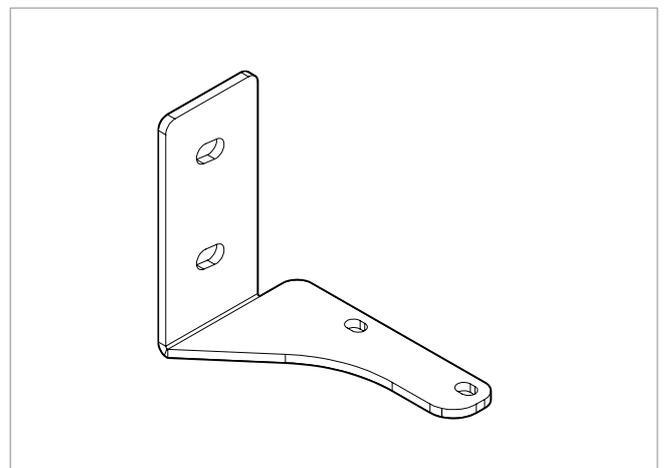

Figure 9.1
2. Le support d'extrémité du panneau latéral est illustré ci-dessous en Figure 9.1.